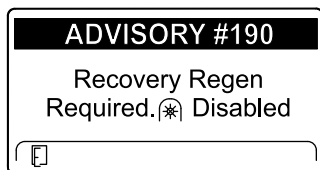

Figure 40
- ADVISORY #190 (avis n° 190), demande de régénération d'urgence – prise de force désactivée, affiché (Figure 40)